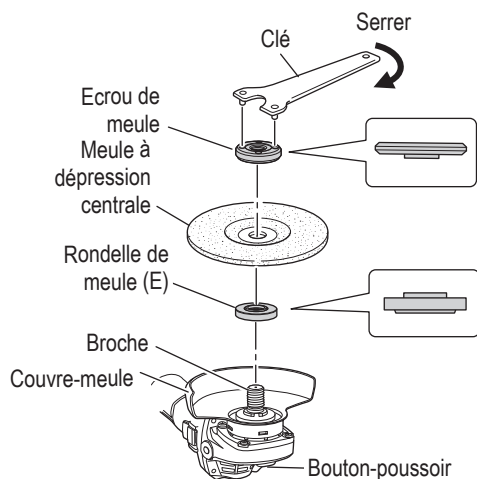

Fig. 19
- (1) Mettre la meuleuse à l'envers de façon que l'arbre soit dirigé vers le haut.
- (2) Aligner l'entaille de forme ovale de la rondelle de meule (E) avec l'encoche de l'arbre, puis les attacher.
- (3) Positionner la protubérance de la meule à dépression centrale sur la rondelle de meule (E).
- (4) Visser l'écrou de meule sur l'arbre.
- (5) Tout en poussant sur la bouton-poussoir avec une main, verrouiller l'arbre en tournant doucement la meule à dépression centrale avec l'autre main. Serrer l'écrou de meule en utilisant la clef fournie comme montré sur la Fig. 19.